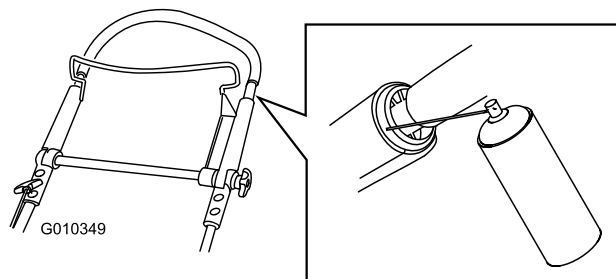

Figura 42
1. Rocíe sobre el extremo de plástico exterior del manillar interior (Figura 42).